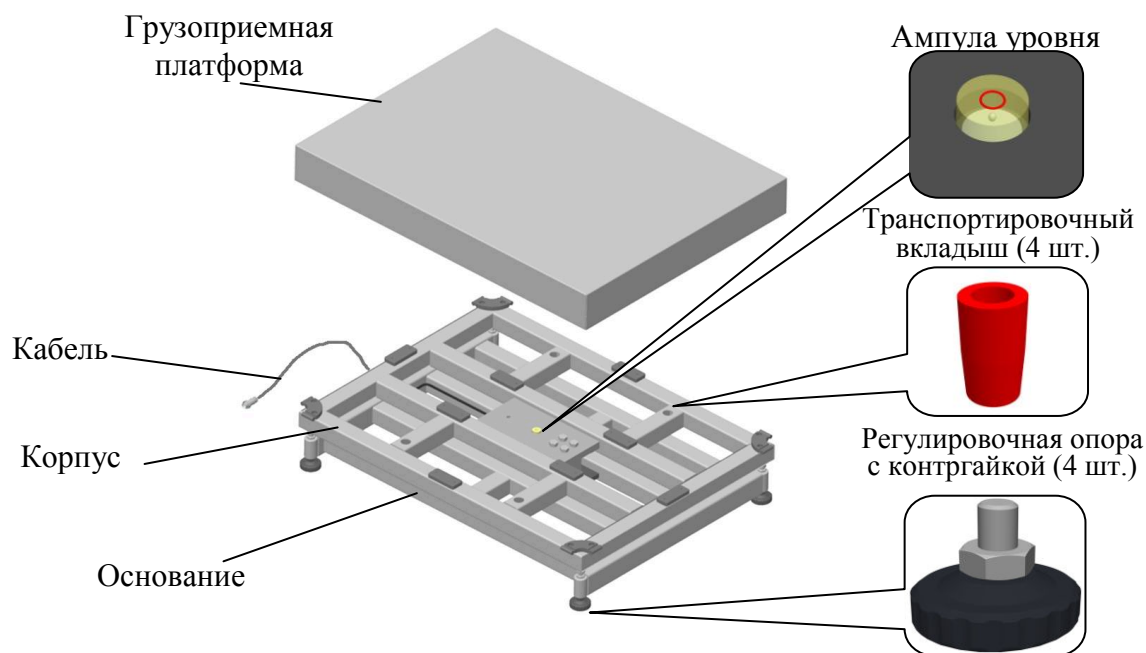

Рисунок 1 – Конструкция модуля
3.1.4 Удалите транспортировочные вкладыши (4 шт.) (см. рис. 1).